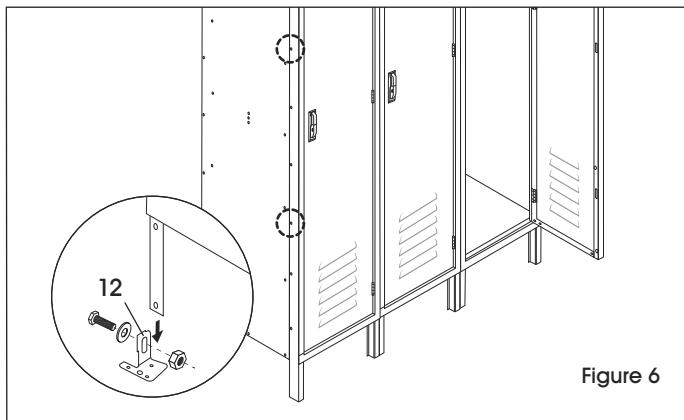

Figure 6
10. À deux personnes et en prenant soin de ne pas faire porter l'ensemble du poids sur les pattes arrière, soulevez l'unité à la verticale et placez-la à l'endroit voulu. Vérifiez et serrez tous les boulons permanents. (Voir Figure 6)
11. Casiers 18 po de profondeur : Placez l'extrémité non fendue de la tringle (10) sur la languette en saillie de la patère supérieure gauche. Faites glisser l'extrémité fendue de la tringle sur la languette en saillie de la patère droite.
1. Si vous raccordez une unité de trois éléments à une autre unité, installez temporairement un boulon et un écrou dans le troisième et le sixième trou à partir du haut du ou des cadres extérieurs qui seront raccordés au(x) cadre(s) de casier adjacent(s). (Voir Figure 6)
3. Casiers 18 po de profondeur : Placez l'extrémité non fendue de la tringle (10) sur la languette en saillie de la patère supérieure gauche. Faites glisser l'extrémité fendue de la tringle sur la languette en saillie de la patère droite.
2. Utilisez les pattes de nivellement et la quincaillerie (11) fournies pour niveler l'unité et l'arrimer au plancher. (Voir Figure 6)